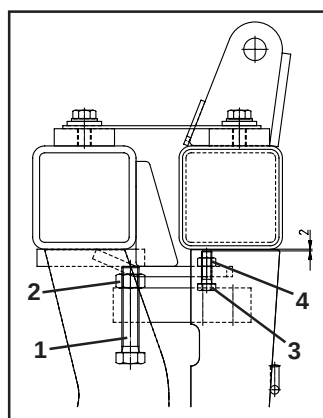

Fig. 9.8
Mätskruven (fig. 9.8/1) är centralt placerad i vågcellen under spridarens ram.
- Lossa kontramuttern (fig. 9.8/2)
- Ställ in mätskruven (fig. 9.8/1)
- Dra åt kontramuttern (fig. 9.8/2)
Anslagsskruvarna (fig. 9.8/3) ska ställas in till ett avstånd av 2 mm, enligt bild.
- Lossa kontramuttern (fig. 9.8/4)
- Ställ in anslagsskruven (fig. 9.8/3)
- Dra åt kontramuttern (fig. 9.8/4)